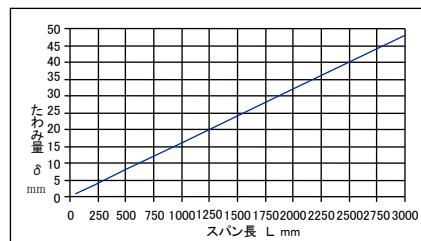

図 6 Vベルト必要たわみ量 (δ mm)
- たわみ量 (δ mm) はスパン長 (L mm) をはかり、図6より求めます。